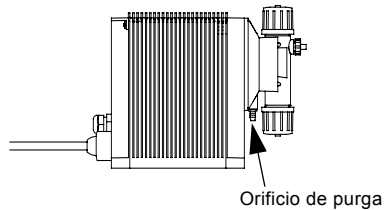

Fig. 1 Posición del orificio de purga
- Comprobar que el orificio de purga del cabezal de dosificación esté hacia abajo, ver fig. 1.